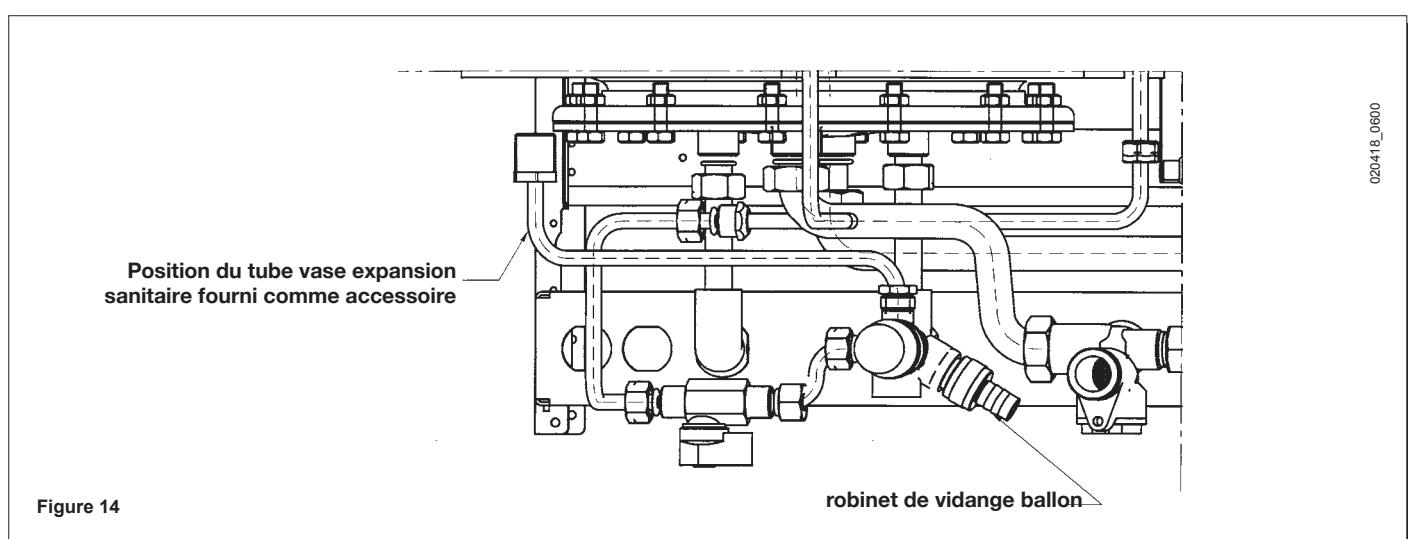

Figure 14
- * dévisser la bague du robinet de vidange prévu à cet effet (fig. 14);